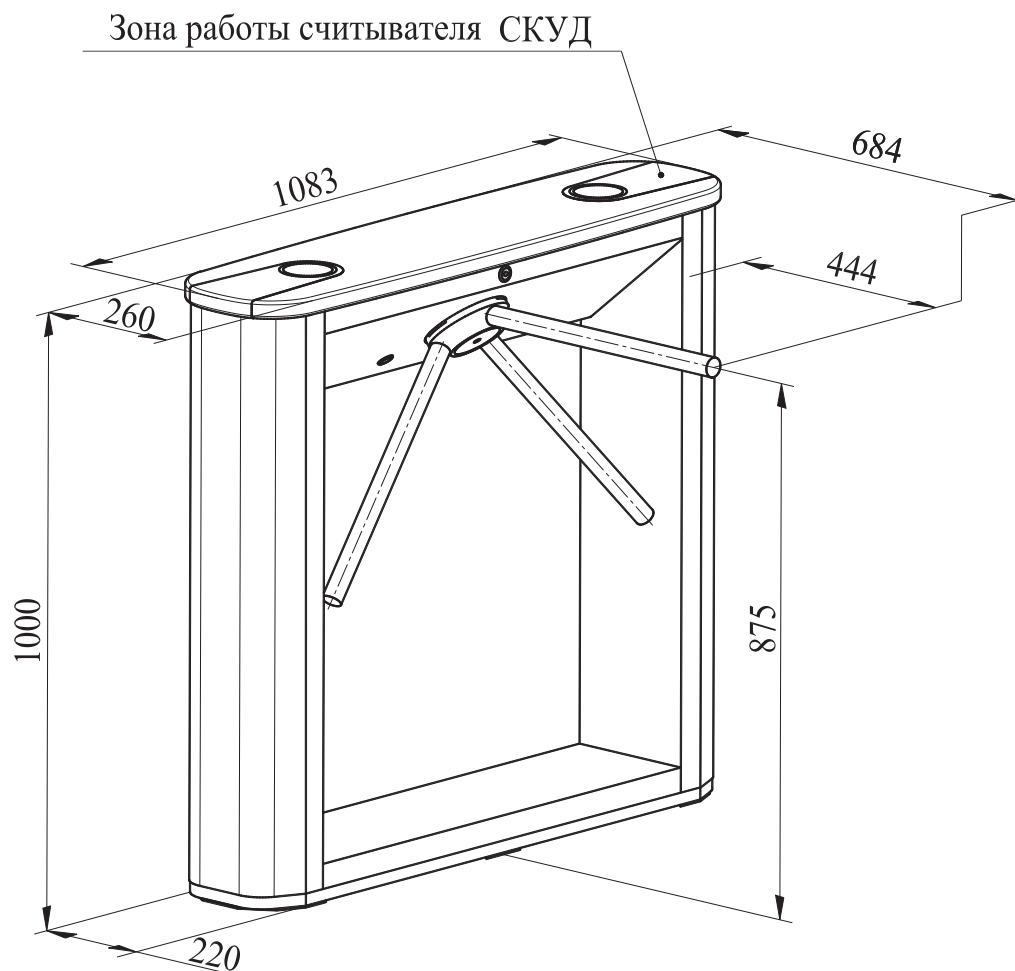

Рисунок 2 - Габаритные размеры турникета
5.1.10 Крышка стойки турникета радиопрозрачна, что дает возможность скрытой установки бесконтактных считывателей СКУД (далее по тексту — считывателей СКУД) внутри стойки турникета. Зона работы считывателей выделена на крышке цветом (см. рисунок 2).